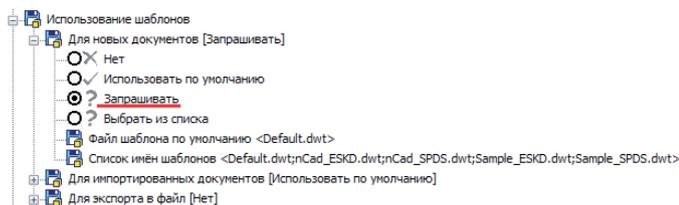

Рис. 8. Выбор варианта, предполагающего запрос шаблона
2) Выбрать в настройках строку *Запрашивать* (рис. 8).